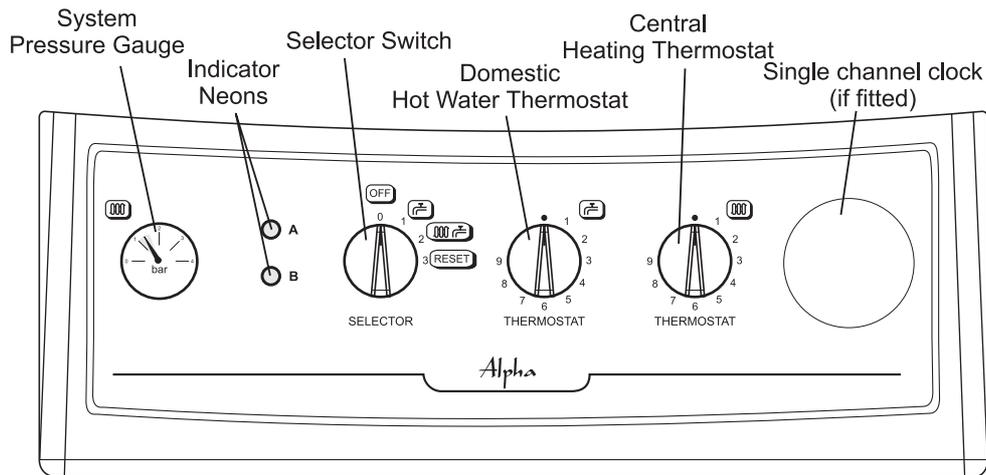
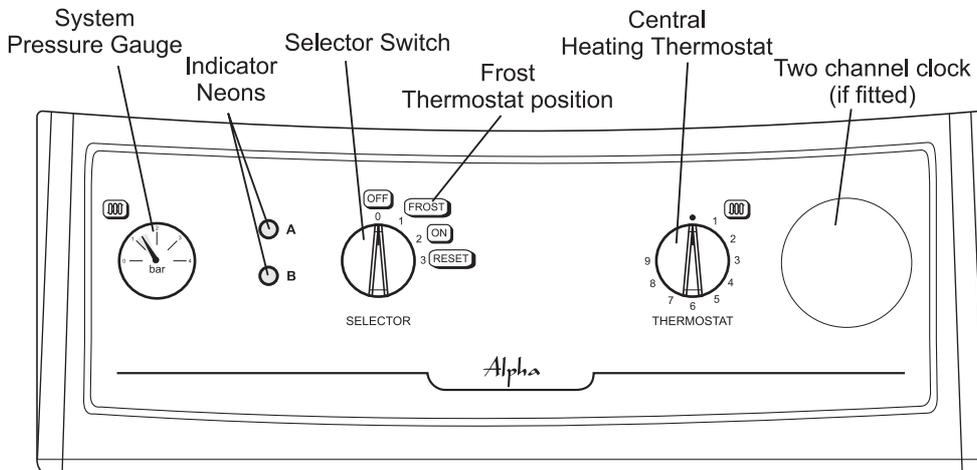

Fig. 22a - Alpha HE CB25/33
Fig. 22b - Alpha HE SY25
5.2 BOILER CONTROLS - Fig. 22a or Fig. 22b